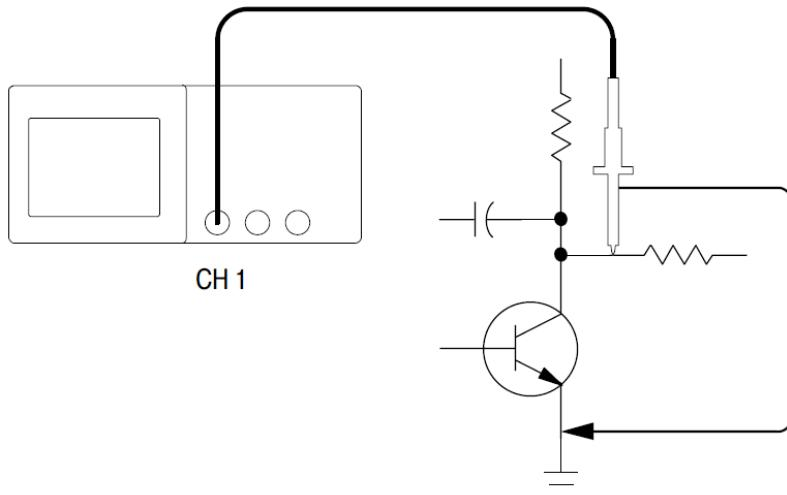

Figura 8. Circuito de prueba.
**Toma de medidas sencillas.** Necesita ver una señal en un circuito, por ejemplo el de la Figura 8, pero no conoce la amplitud o frecuencia de la señal. Desea mostrar rápidamente la señal y medir la frecuencia, el período y la amplitud pico a pico.